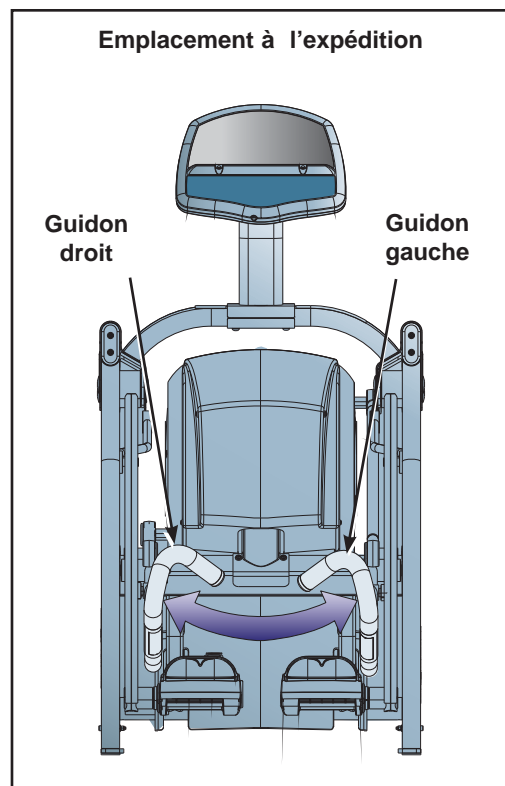

Figure 5
REMARQUE : À la livraison, l'emplacement des guidons droit et gauche est inversé. Pour pouvoir assembler et configurer l'appareil correctement, les guidons doivent être retirés et mis à leur emplacement respectif. Reportez-vous à la figure 5.
REMARQUE : Le guidon droit est monté à gauche. Reportez-vous à la figure 5.
REMARQUE : Le guidon gauche est monté à droite. Figure 5.
- E. Retirez le guidon gauche du côté droit. Reportez-vous à la figure 5.